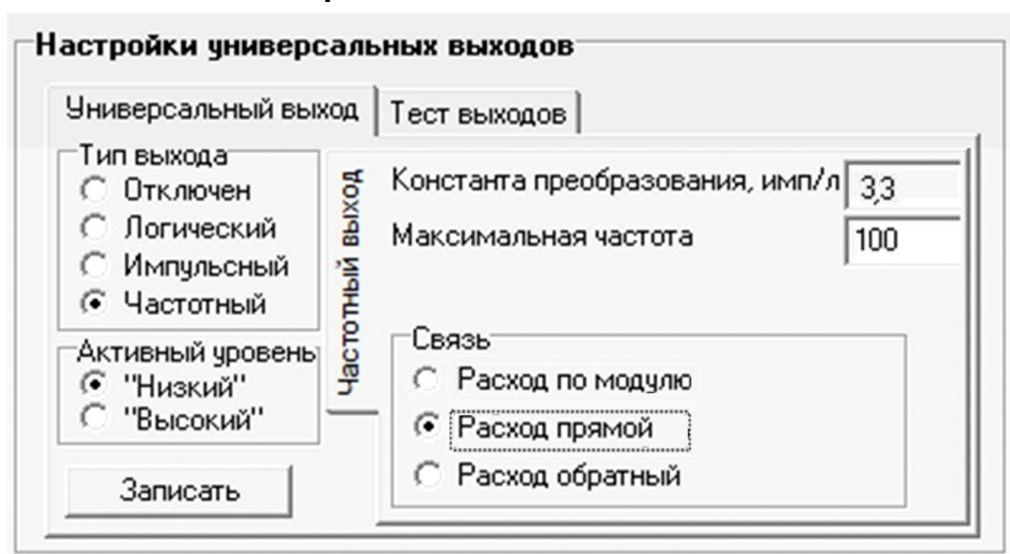

Рис.10. Вид группы «Настройки универсальных выходов» - «Частотный выход».
2.4.1. Установочные параметры универсального выхода находятся на вкладке **Периферия** основного окна программы «Монитор» в группе **Настройки универсальных выходов** (рис.10).